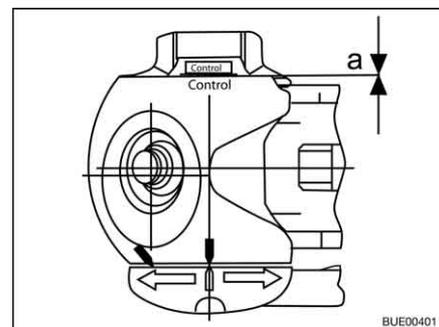

Bild 208 Verschleißkontrolle
- Abstand $a = 0$ (Bild 208): Reibbeläge kontrollieren und ggf. austauschen.